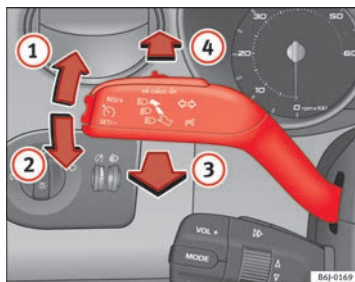

Fig. 60 Levier des clignotants et des feux de route
- Levez le levier jusqu'en butée \Rightarrow fig. 60 ① pour actionner les clignotants **droits** ou abaissez-le jusqu'en butée ② pour actionner les clignotants **gauches**.
- Déplacez le levier vers l'avant ⇒ fig. 60  pour allumer les feux de route.